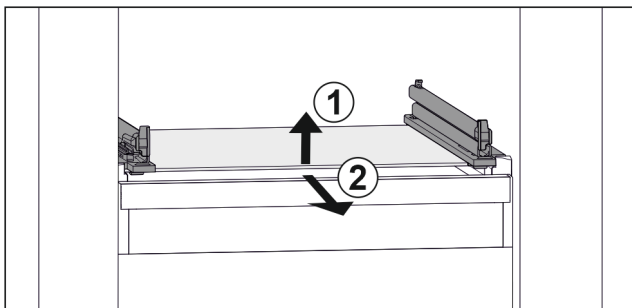

Fig. 97 Primjerni prikaz staklene ploče
- ▶ Staklenu ploču podignite srijeda. Fig. 97 (1)
- ▶ Izvadite staklenu ploču prema naprijed. Fig. 97 (2)